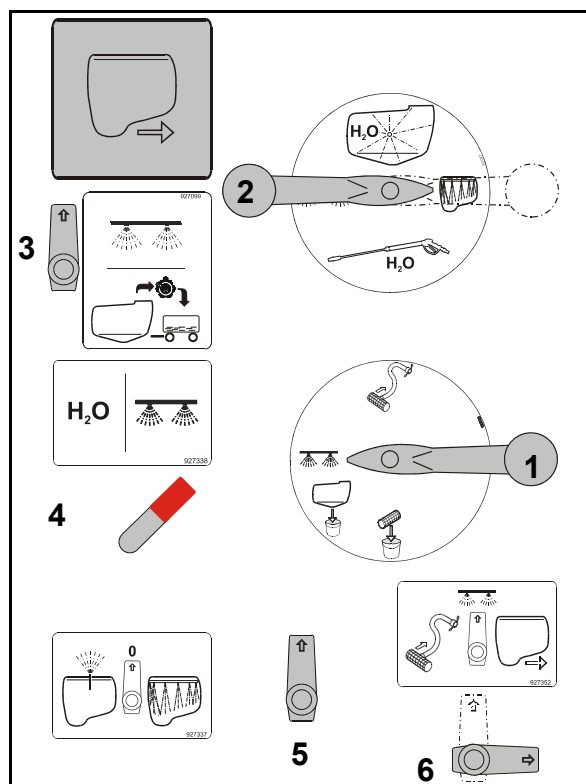

Bild 203
3. Placera VARIO-kran-sug (Bild 203/1) i position **"Sprutning"**.
4. Placera VARIO-kran-tryck (Bild 203/2) i position **"Inspolningsbehållare"**.
7. Placera omkopplingskranen Sprutning / Snabb behållartömning (Bild 203/3) i position **"Sprutning"**.
8. Placera omkopplingskran Sprutning / Spolning (Bild 203/4) i position **"Sprutning"**.
9. Placera omkopplingskran Ringledning / Dunkrengöring (Bild 203/5) i position **"Ringledning"**.
10. Placera omkopplingskran Sug från inspolningsbehållare / Suganslutning för behållarpåfyllning (Bild 203/6) i position **"Sug från inspolningsbehållare"**, tills preparatet fullständigt har sugts in.